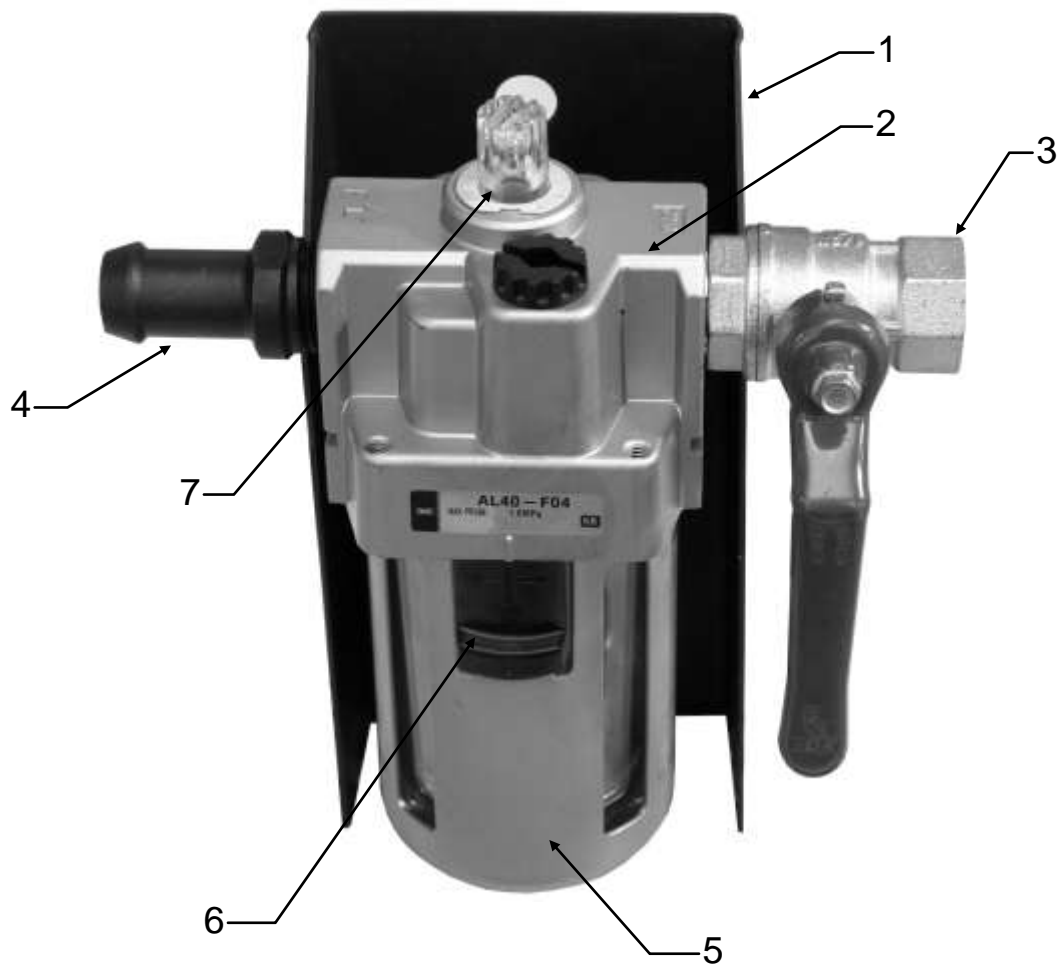

Рис. 2
Маслораспылитель (рис. 2) чертеж № СТОК51.01-00 СБ предназначен для подачи распыленного в воздухе масла в пневматический двигатель устройства.
- 3.1.1. Установить маслораспылитель вертикально колбой вниз в непосредственной близости от рабочего места, используя для этого отверстие в кронштейне 1 (рис. 2).
3.1.4. Отсоединить резервуар 5 (рис. 2) маслораспылителя, для чего отвести клавишу 6 до упора и, развернув резервуар на 45°, снять его вниз.
5.4. Включить пневматический двигатель поворотом рукоятки шарового крана 3 на маслораспылителе (рис. 2).
5.5 По окончании процесса очистки трубы устройство извлекается вверх за резинометаллический рукав до выхода корпуса пневматического двигателя из трубы, после чего отключается подача воздуха шаровым краном 3 (рис. 2).